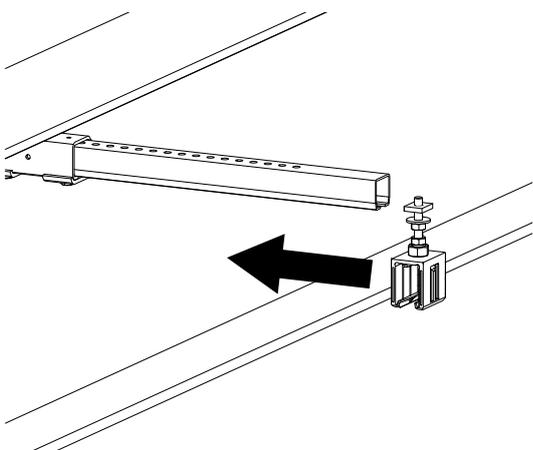

Fig. 51 : Pousser la première griffe de suspension dans le bras support.
- Pousser la première griffe de suspension dans le bras support/rail en C (voir Fig. 51). Les cotes précises se trouvent dans les documents propres au projet.